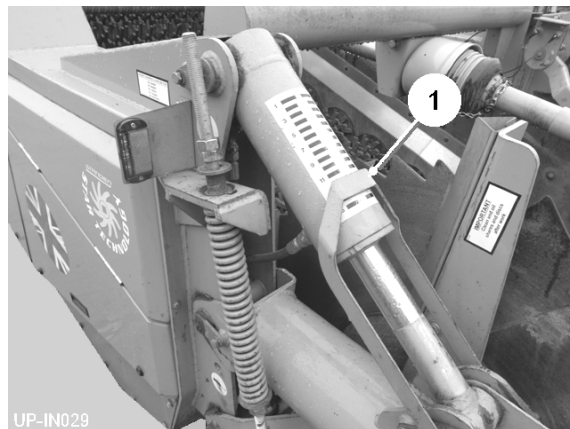

Fig 7a
2. Bemerkten Sie die Lektüre auf dem Tiefenanzeiger (item 1, fig 7a).
4. Drehen Sie die Tiefenkontrollwählscheibe bis die Tiefenanzeigergrenzen (item 1, fig 7a) mit der bekannten Lektüre.